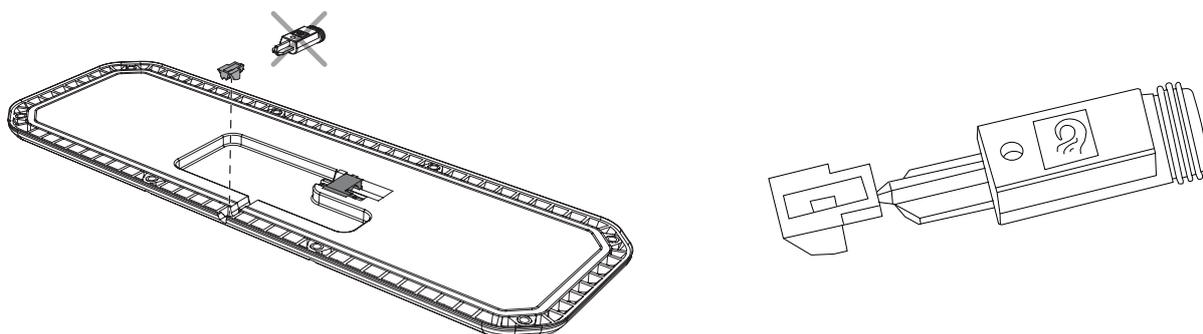

Figure 43. Montage de la fiche pour étanchéifier UCU.
4. Détachez avec précaution la partie extérieure de la fiche et montez dans l'échancrure. Voir Figure 43.